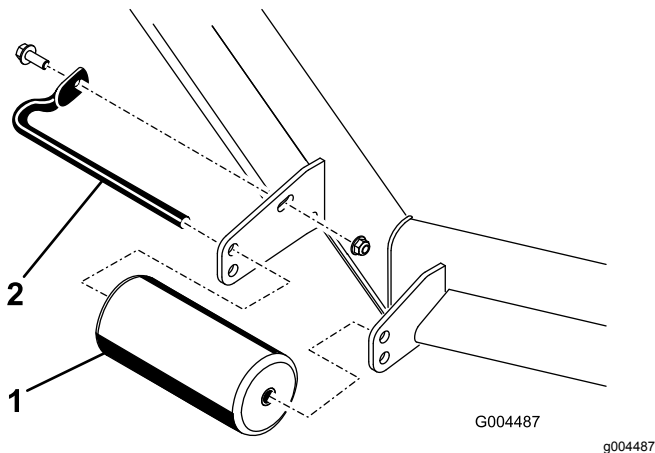
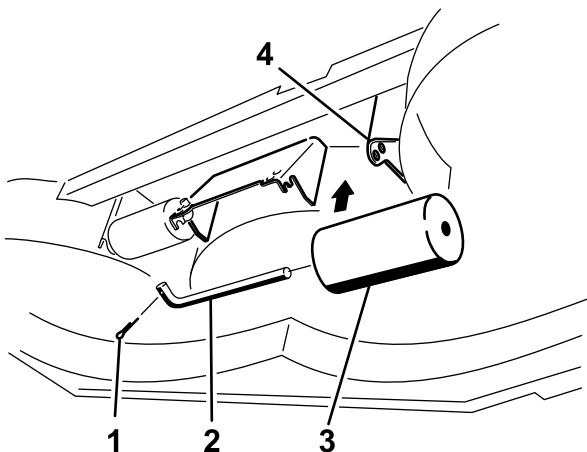

Bild 47
Bild 51
4. Nehmen Sie die Befestigungen ab, mit denen jede Rolle am Mähwerk befestigt ist, und schieben Sie die Rollen nach oben oder unten, siehe Bild 47 bis Bild 51, abhängig vom Mähwerk.
5. Bringen Sie die Befestigungen an, wie in Bild 47 bis Bild 51 abgebildet.